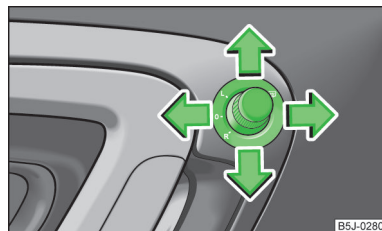

Fig. 37
- Poner el botón giratorio en la posición  » fig. 37.
➤ Poner el botón giratorio en la posición **L** » fig. 37. El movimiento de la superficie del espejo es idéntico al del botón giratorio.
➤ Poner el botón giratorio en la posición **R** » fig. 37. El movimiento de la superficie del espejo es idéntico al del botón giratorio.